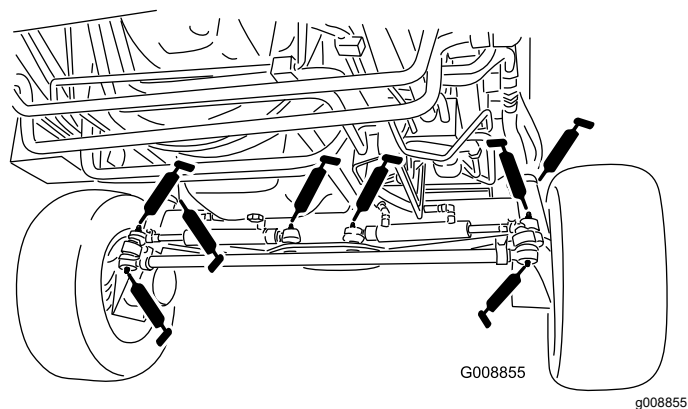

Рисунок 81
- Шаровые опоры гидроцилиндра рулевого управления (4 шт.) (Рисунок 81)
- Шаровые опоры поперечных тяг (2 шт.) (Рисунок 81)
- Втулки поворотных шкворней (2 шт.) (Рисунок 81)